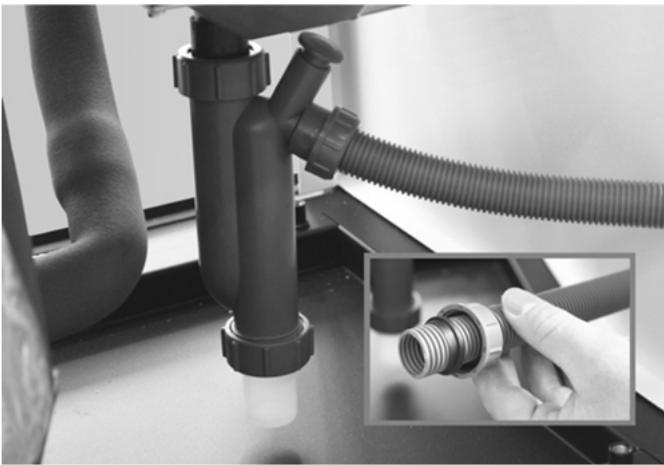

Abb. 10: Montage des Kondensatschlauchs
- Schieben Sie die Überwurfmutter und die Dichtung gem. Abb. 10 auf den Kondensatschlauch.